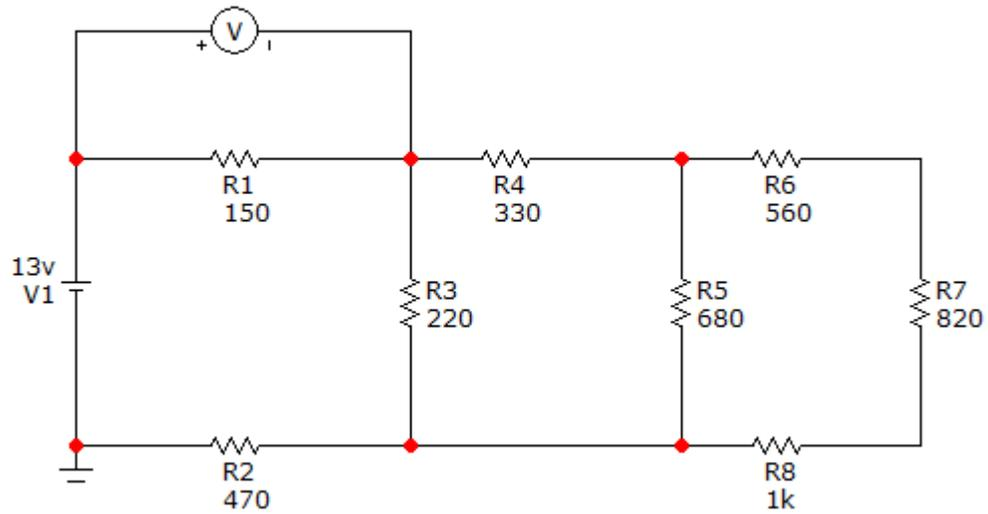
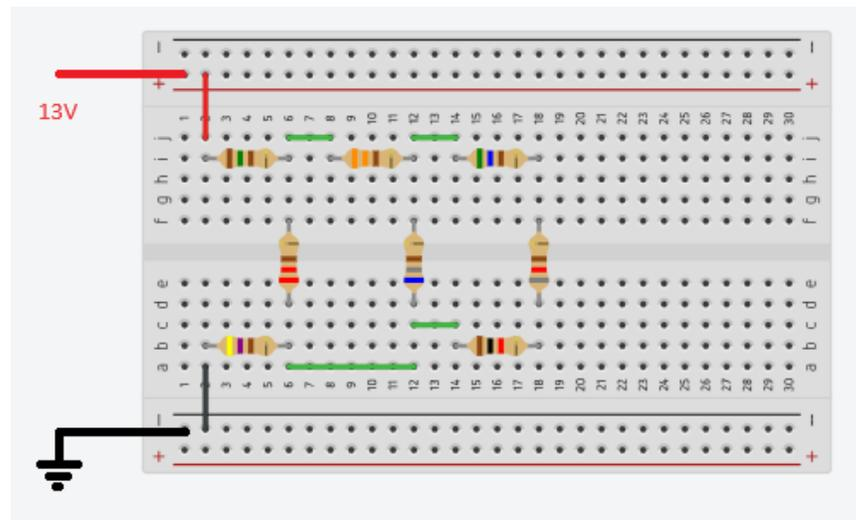

Figura 1.2a
Figura 1.2b
2. Arme el circuito de la figura 1.2a, la forma en que el circuito queda en la tableta de conexiones se muestra en la figura 1.2b.
Nota. La forma de medir voltaje en un circuito es conectando el voltímetro en paralelo con dicho elemento. Si se desea medir la caída de voltaje en la resistencia R₁ se conecta el multímetro en paralelo con la resistencia R₁, como se observa en la figura 1.2a. Si se desea medir la caída de voltaje en la resistencia R₂, se conectará el multímetro en paralelo con R₂.